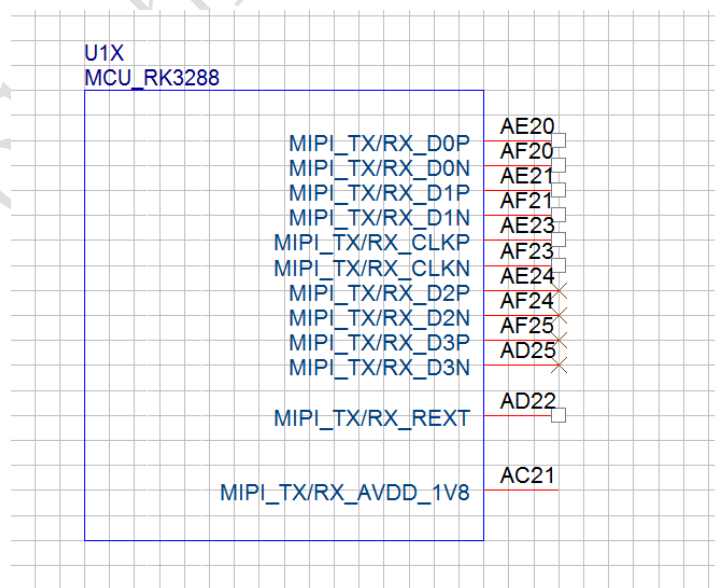

图14-7
- RK3288中，独立供电的显示模块将电源引脚都放置在各自的模块中，不用的时候电源引脚可以不供电以降低功耗，如图14-7、14-8；